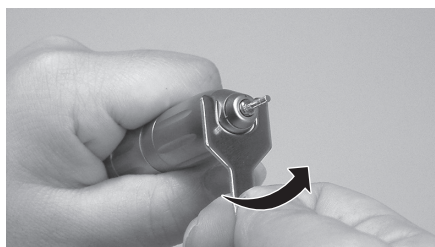

Fig.10
- 1) Posizionare la chiave per cartuccia fornita in dotazione sulla parte piatta della punta del manipolo. Ruotare quindi la chiave per cartuccia come illustrato dalla Fig. 10 e, dopo averla allentato la punta, ruotarla con le dita per rimuoverla dal manipolo.